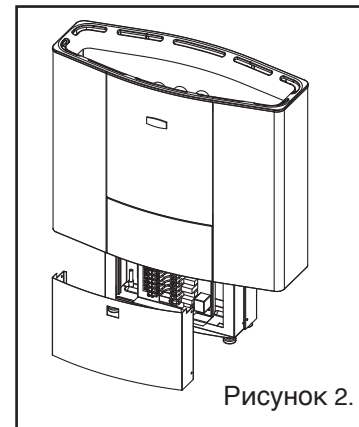

Рисунок 2.
- Снимите переднюю панель. (См. рис. 2)